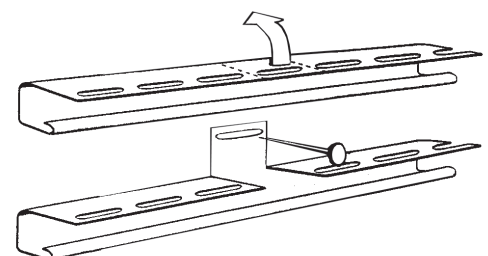

Figura 67.
- Si no hay disponible un receptor de sofito para una situación más adecuada para el producto, el canal en J puede modificarse para crear un receptor en F (Figura 67).
- Simplemente corte ranuras en el área de la brida de clavado en donde se clavará a la pared (Figura 67). Después de cortar la brida de clavado, dóblela y clávela a la pared.